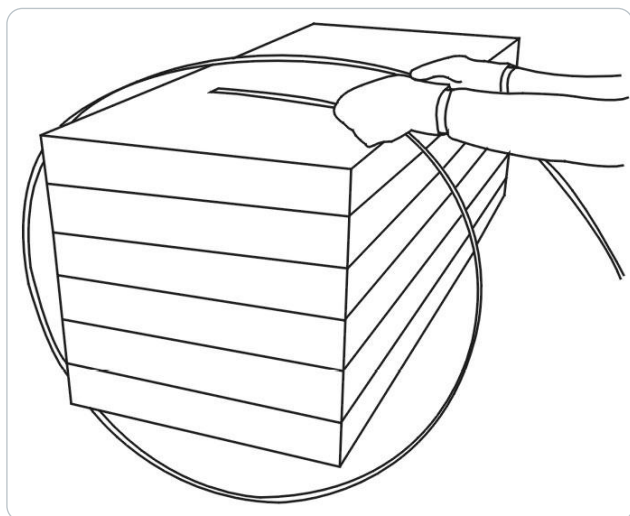

Figura 1
1. Guidare la reggetta attorno al pacco come mostrato nella Figura 1. L'estremità della reggetta deve essere tenuta con la mano sinistra e la tensione deve essere applicata con la mano destra.